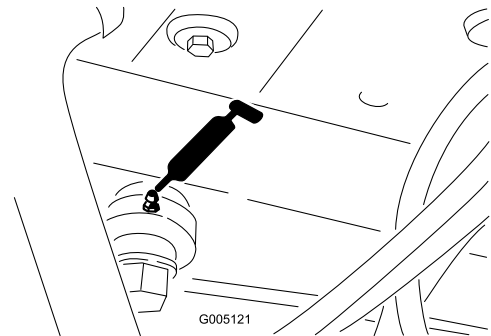

Figura 43
- Cilindro da direcção (Figura 43)